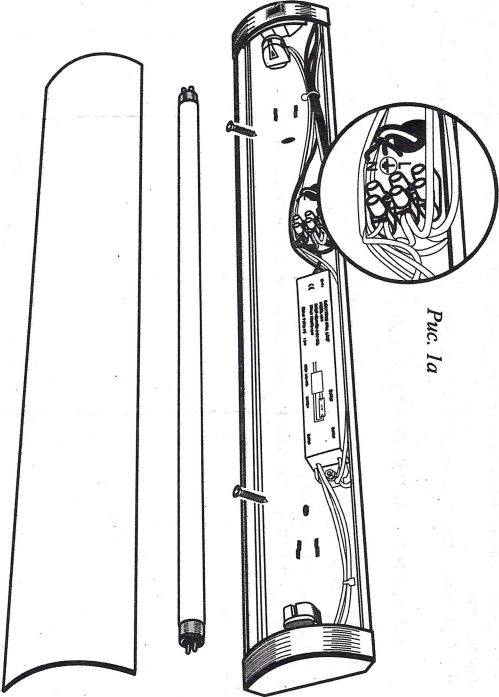

Рис. 1
- снимите со светильника рассеиватель и люминесцентную лампу (рис. 1);
провода с позициями L, N и  в клеммном зажиме (рис. 1а), затяните винты клеммника;
Рис. 1а